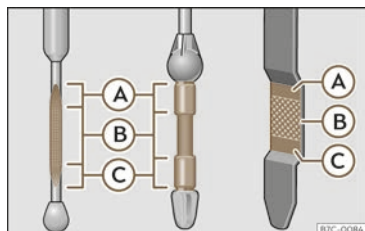

Abb. 234 Ölmesstab
>>> (Abb. 234). Füllen Sie gegebenenfalls Motoröl nach.
- Wenn der Ölstand mindestens den Bereich >>> (Abb. 234) Ⓑ erreicht hat, vorsichtig den Deckel des Einfüllstutzens aufschrauben >>> ⓪. Motoröl-Spezifikation >>> S. 383.